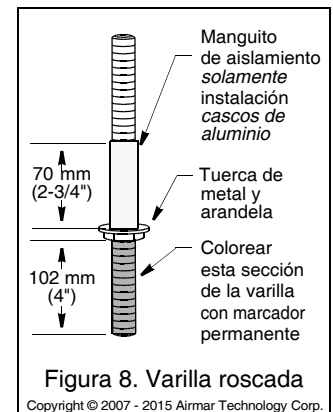

Figura 8. Varilla roscada
3. Prepare las varillas roscadas (Figura 8). Con un marcador permanente, trace una línea en cada varilla roscada a 102 mm (4") del extremo y coloree esta sección. (La sección coloreada se utilizará para sujetar el transductor a la barquilla.) Rosque una tuerca en la sección coloreada de cada varilla roscada por encima de la línea trazada de los 102 mm (4").
3. Pase una arandela por la parte coloreada de cada varilla roscada hasta que repose contra la tuerca (Figura 8).